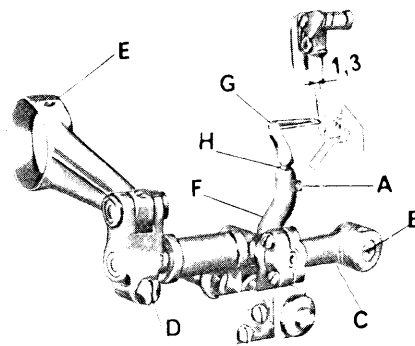

fig. 6
5. Fasatura crochet punto catenella. (fig. 6)